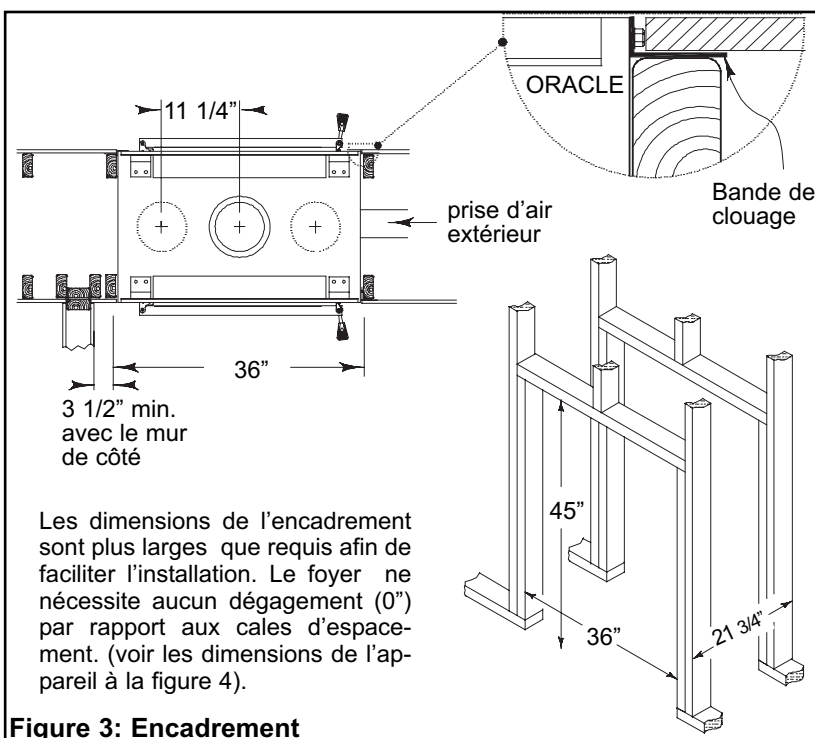

Figure 3: Encadrement
Les murs de l'enceinte peuvent être construits au moyen de n'importe quel matériau approprié (montants 2 x 4, contre-plaqué, panneau de gypse, etc.). Consultez la Figure 3 pour connaître les dimensions. Normalement, l'encadrement sera réalisé de manière à ce que le revêtement du mur s'ajuste avec la façade du foyer. Appuyez les montants de l'encadrement sur les cales d'espacement (directement au-dessus du foyer).
2. Encadrez un espace adéquat pour l'ORACLE. Respectez les dimensions de l'encadrement de la Figure 3.